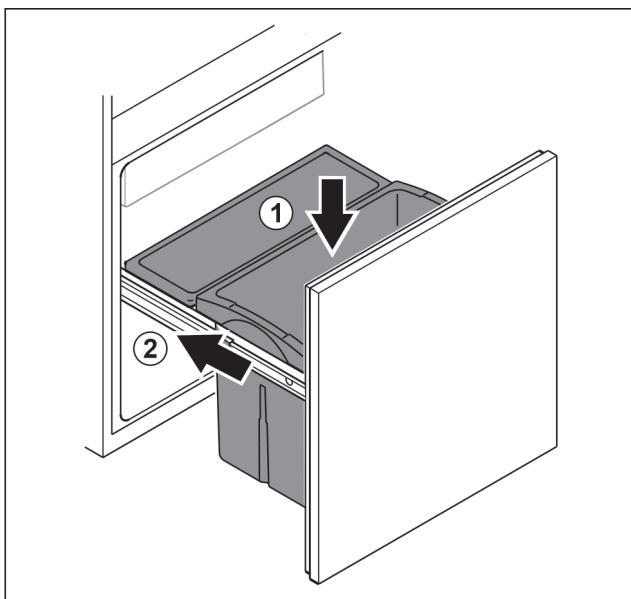

Fig. 81
- ▶ Schubfach von oben einsetzen. Fig. 81 (1)
- ▶ Auszugswagen einschieben. Fig. 81 (2)